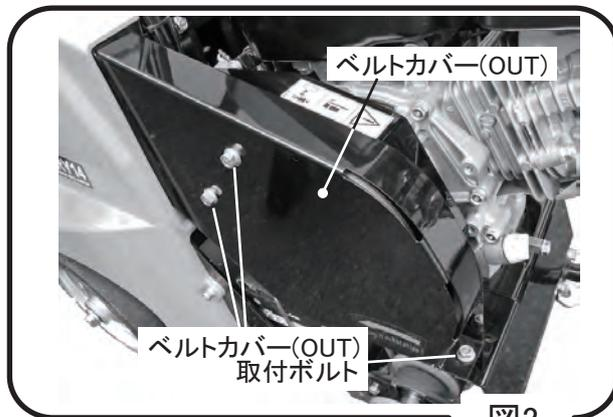

図3
- B ボルト3本を取り、ベルトカバー(O・U・T)を外します。(図3)
- A ブレードカバーを取り外し、ボルト3本を取り外してベルトカバー (OUT) を外します。(図2, 図3)